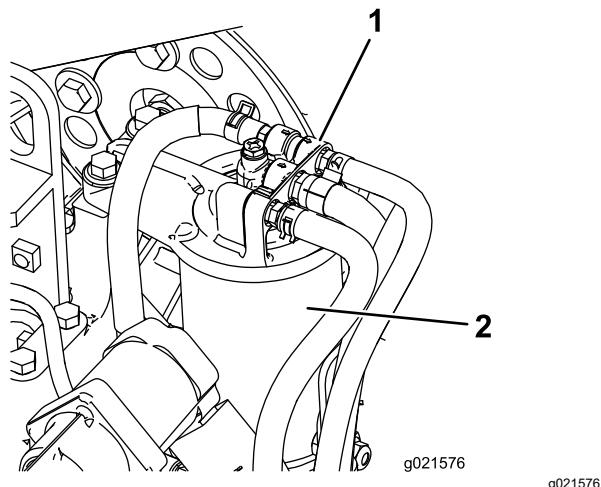

Figura 77
1. Limpie la zona alrededor de la cabeza del filtro de combustible (Figura 77).
2. Retire el filtro y límpie la superficie de montaje de la cabeza del filtro (Figura 77).